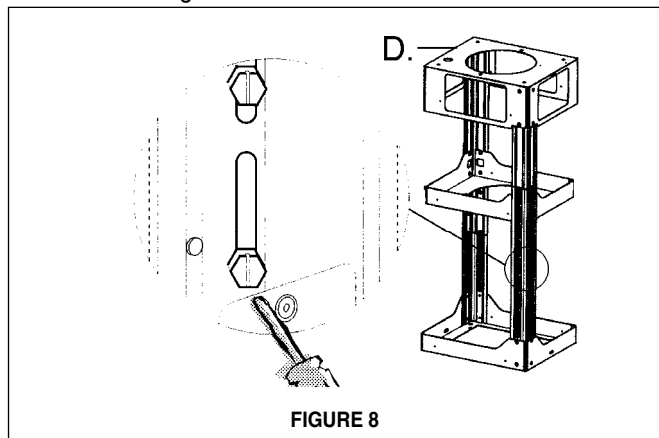

FIGURE 8
6. Déterminer l'emplacement approprié pour le câble d'alimentation, tel qu'il est indiqué sur le gabarit. Utiliser un foret de 1 1/4 po pour faire un trou et y passer le câble d'alimentation. Utiliser de la pâte à calfeutrer pour sceller tout autour du trou. **NE PAS mettre en circuit tant que l'installation n'est pas complétée.** Une pastille enfonçable est prévue en haut de la TREILLIS (D de la FIGURE 8) pour le câble d'alimentation.
8. Installer le TREILLIS (D de la FIGURE 8) au plafond en s'assurant qu'il le soit de façon sécuritaire. Déterminez la longueur désirée du TREILLIS et ajustez la longueur de l'appui en enlevant les quatre vis (de la FIGURE 8) avec un tournevis à lame plate. Une fois la longueur du TREILLIS est déterminée, installe et serre les quatre vis.